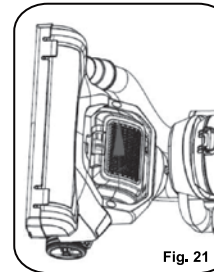

Fig. 21
6. Para limpiar el filtro de salida de aire, deslice a la izquierda la palanca de bloqueo en la parte frontal de la barredora y levante la cubierta del filtro (fig. 21).